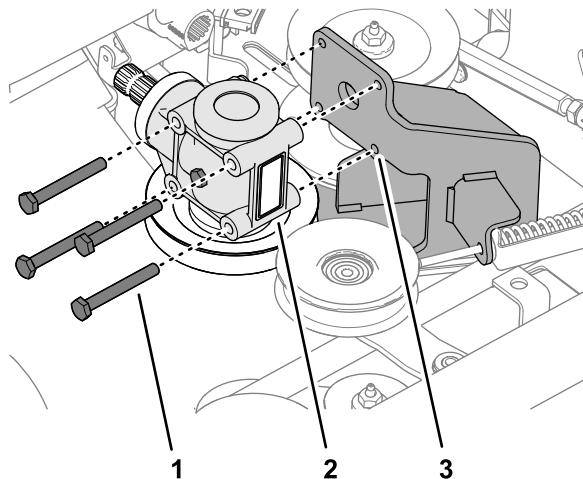

図 118
2. ギアボックスをギアボックスサポートに固定しているボルト4本を外す 図 118。
1. ギアボックスの穴とギアボックスサポートの穴とを合わせる 図 118 ギアボックスの取り外し (ページ 73) を参照。